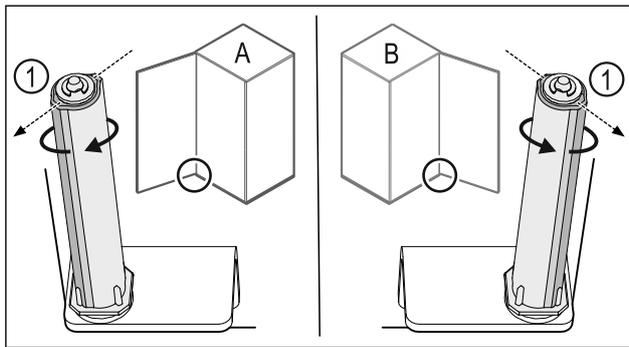

Fig. 47 Linksanschlag (A) / Rechtsanschlag (B)
- ▶ Schließsystem gegen den Widerstand drehen, bis der Steg des Schließsystems Fig. 47 (1) nach außen zeigt.